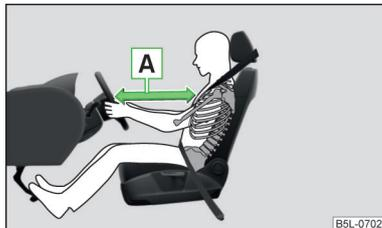

Abb. 8
- Für den Fahrer und Beifahrer ist es wichtig, einen Abstand von mindestens 25 cm zum Lenkrad bzw. zur Schalttafel einzuhalten » Abb. 8 - . Wenn Sie diesen Abstand nicht einhalten, kann Sie das Airbag-System nicht schützen - Lebensgefahr! Außerdem müssen die Vordersitze immer der Körpergröße entsprechend richtig eingestellt sein.